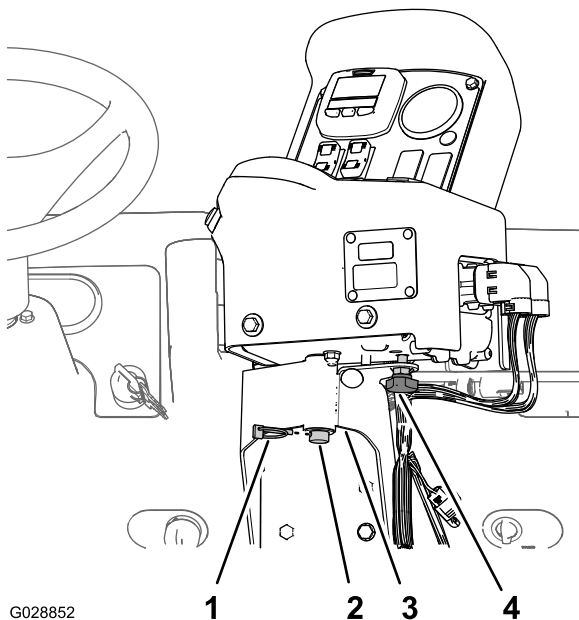

Bild 18
2. Montieren Sie die Bedienkonsole mit dem zuvor entfernten Splint an der Befestigungshalterung für das Bedienfeld (Bild 18).
3. Montieren Sie das Handrad und ziehen es an, damit sich die Konsole nicht während des Betriebs dreht (Bild 18).